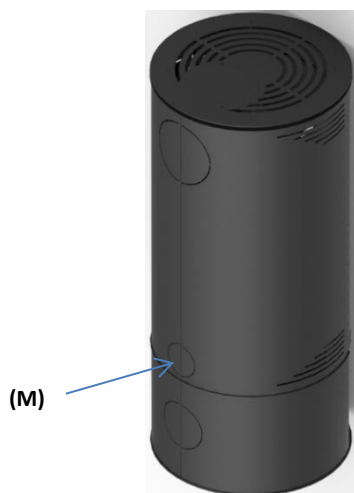

Figura 4 - Vista posteriore dell'apparecchiatura, sezione (M) da eliminare per la presa d'aria esterna
1- Dal retro dell'apparecchiatura nell'area inferiore: Se for pela traseira do equipamento na zona inferior das capas laterais, como mostra a Figura 4, deverá partir as micro-juntas das capas laterais (M).